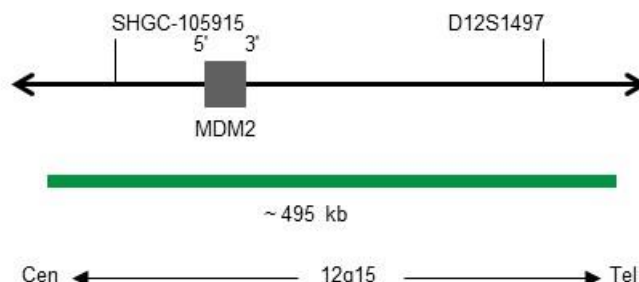

Fig. 1: SPEC MDM2 Mappa della sonda (non in scala)
- Polinucleotidi (~10 ng/μl) marcati con ZyGreen (eccitazione 503 nm/emissione 528 nm), le cui sequenze target mappano in 12q15* (chr12:69,071,802-69,565,421) che ospitano la regione del gene MDM2 (vedere Fig. 1).